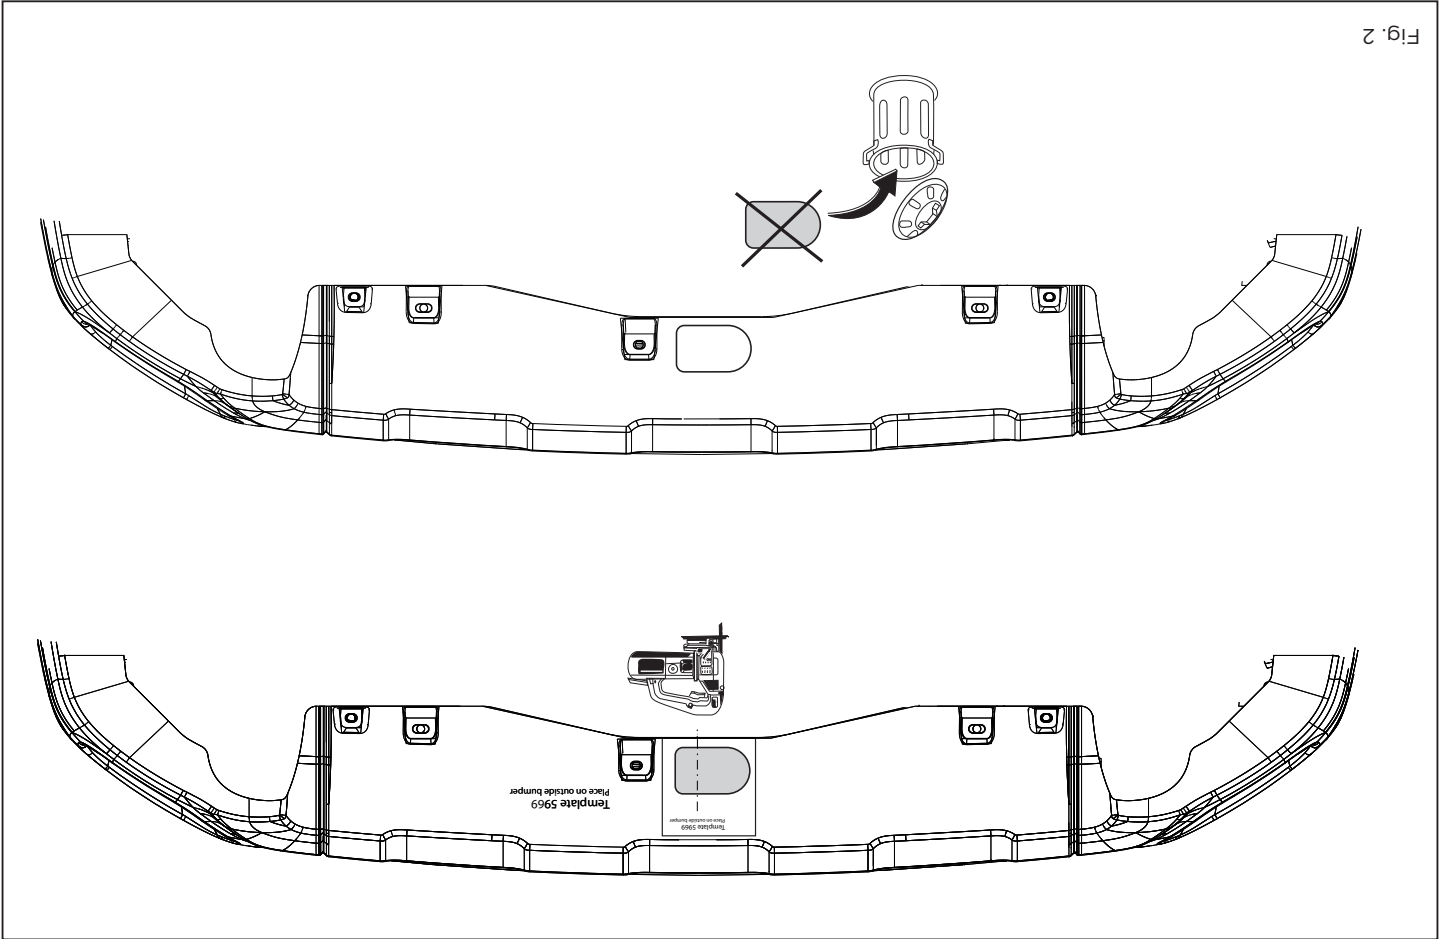

Fig. 2
4. Den angegebenen Teil mit Hilfe der Schablone aus der Stoßstange herausschneiden. (Schablone außen auf der Stoßstange anlegen) Siehe Abbildung 2.
4. Scier la partie du pare-chocs indiquée avec le gabarit. (Placer le gabarit sur le côté extérieur du pare-chocs). Voir la figure 2.